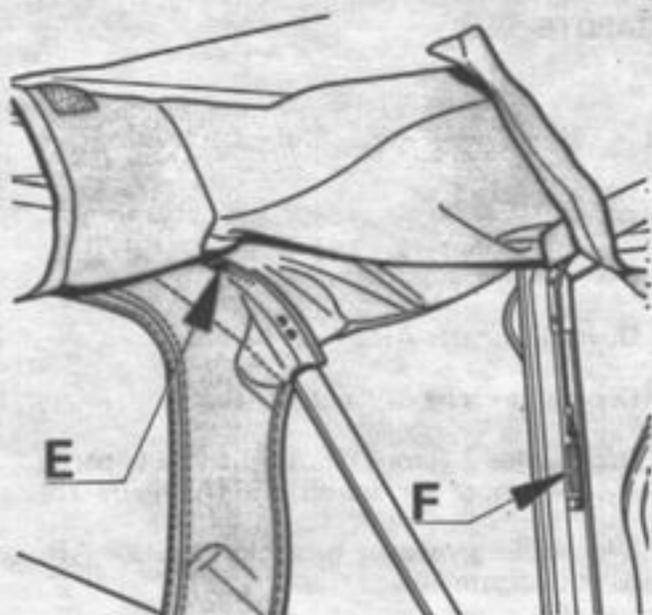

Figure 19 A 4909
- Relever les parties latérales de la toile de capote, (figure 19)
- Sur chaque extrémité, déposer la vis de fixation du raidisseur AR de la toile de capote (E, figure 19)
- Décrocher les câbles de tension au point de fixation AR, (F, figure 19)
- Sur chaque extrémité, fixer le raidisseur AR de la toile de capote, (E, figure 19)